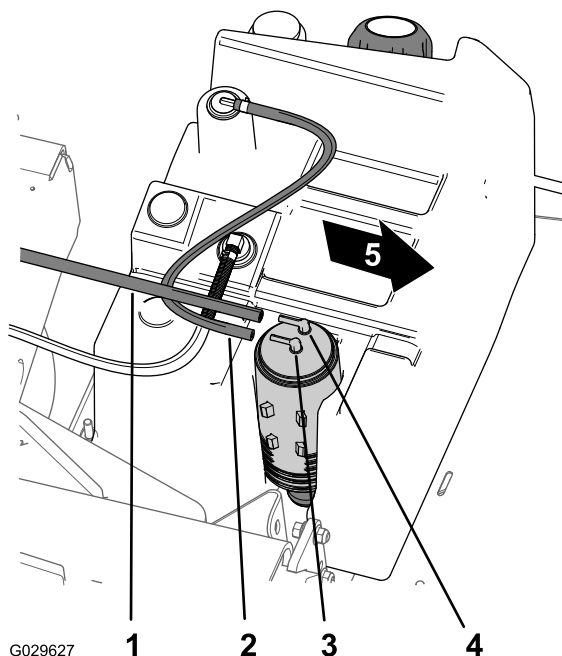

Figura 44
2. Rimuovete il flessibile del serbatoio del carburante dal raccordo sul canister a carboni attivi contrassegnato con Fuel Tank (serbatoio del carburante) (Figura 44).
1. Rimuovete il flessibile di aspirazione dal raccordo sul canister a carboni attivi contrassegnato con Purge (spurgo) (Figura 44).
8. Montate il flessibile di aspirazione sul raccordo sul canister a carboni attivi contrassegnato con **Purge** e il flessibile del serbatoio del carburante sul raccordo contrassegnato con **Fuel Tank** (Figura 44).